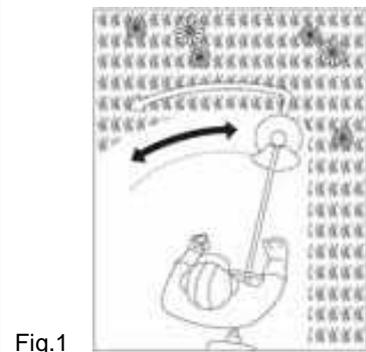

Fig.1
- Déplacer le coupe-bordure de droite à gauche de manière à éjecter les résidus hors de la zone de travail (Fig. 1).